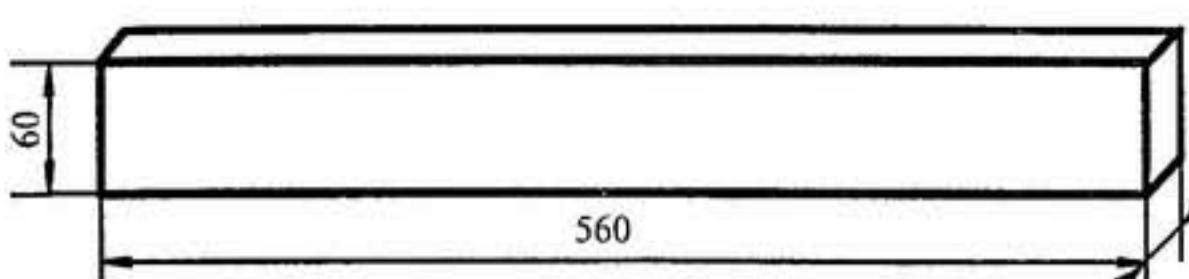

Рис. 205
1. Начните работу с изготовления основания. Для него вам потребуется дощечка или рейка, которую надо выстругать по размерам, указанным на рис. 205.